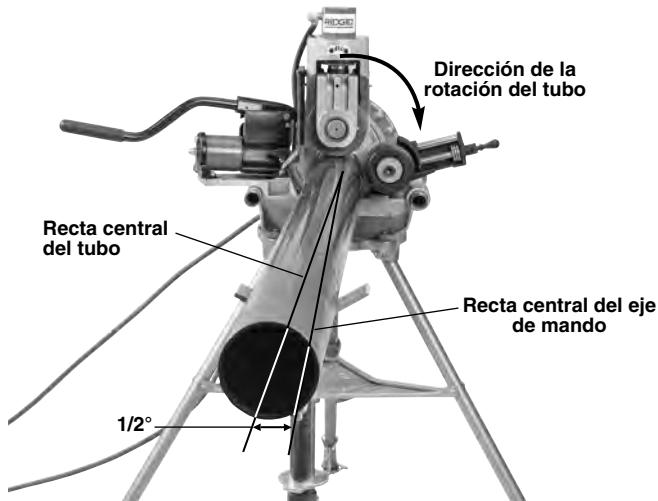

Figura 14 – Desviación del tubo en $1/2^\circ$, acercándolo al operario (exagerado en la imagen)
- Coloque el interruptor REV/O-OFF/FOR del accionamiento motorizado o roscadora en la posición REV. Oprima y suelte el interruptor de pie. El rodillo de accionamiento debe rotar hacia la derecha (vea la Figura 14), igual como se ve en la ranuradora en la calcomanía de rotación del tubo.
- Operación preferida, con el conmutador en el ajuste REV:** Coloque el tubo y los soportatubos ligeramente descentrados, desviados en aproximadamente $\frac{1}{2}$ grado (como 1" a 10 pies de distancia desde la ranuradora a rodillos) hacia el operario. Si el tubo y la ranuradora a rodillos están bien alineados, se asegura el correcto recorrido sobre el tubo durante el ranurado (vea la *Figura 14*). Este es el descentrado apropiado cuando se ranura con la máquina con el conmutador en el ajuste REV, y funciona con el estabilizador.
- Aumente levemente el ángulo de descentrado del tubo, de medio grado a 1 grado. *Vea la Figura 14.*